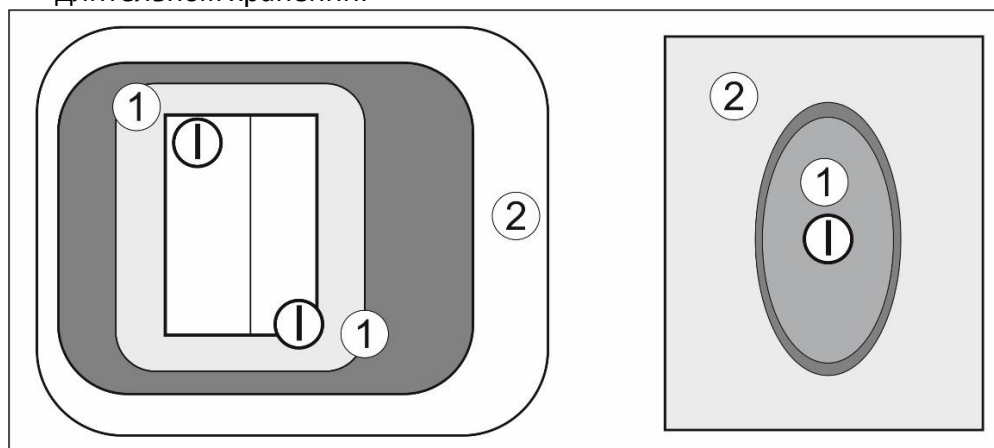

Рисунок 11. Слева - Замок входной двери. Справа – замок на сервисной дверце. 1 – цилиндр замка. 2 – стена каравана.
3.1.1.1. Вставьте ключ в цилиндр замка (рис. 11.1) и поверните его против часовой стрелки на четверть оборота. Ручка замка на входной двери освободится, а на сервисном лючке (рис. 11) выщелкивается.